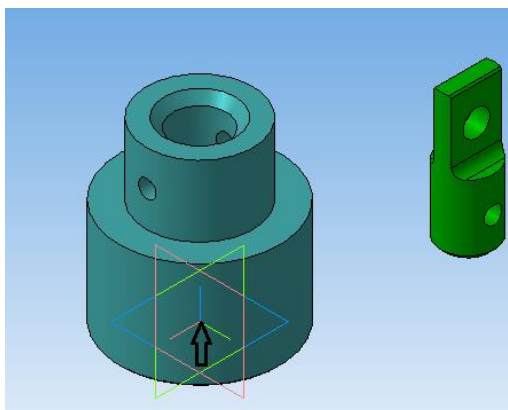

Рисунок 56.
7. Выберите «Корпус», закрепите фантом детали в начале осей координат (рисунок 56).